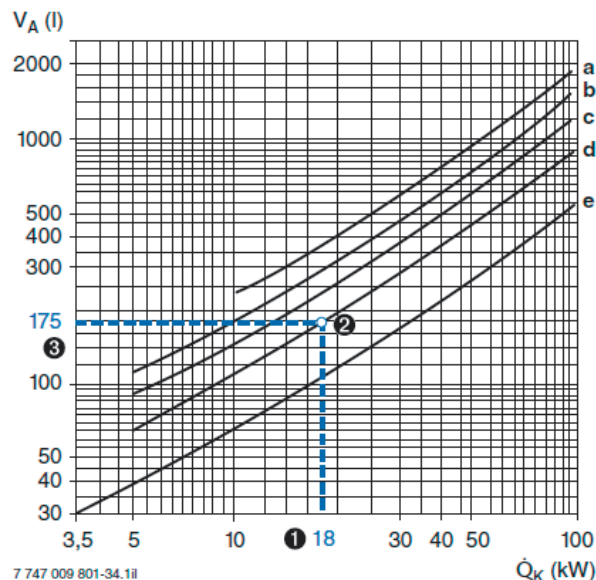

Рис. 90 Орієнтовні значення об'єму води для опалювальних установок
В залежності від різних параметрів опалювальної установки можна визначити об'єм системи опалення за допомогою діаграми, зображеної на Рис. 90
– (→ Рис. 90, крива d)
- Об'єм системи опалення згідно Точці ③ на Рис. 90, має бути менше, ніж максимально допустимий об'єм системи ④. Якщо це не так, слід вибрати мембранний компенсаційний бак більшого розміру..
④ Потрібен мембранний компенсаційний бак місткістю 18 літрів (→ Таблиця 37), оскільки визначений згідно з Рис. 90 об'єм системи опалення ③ виявився меншим ніж максимально допустимий об'єм (місткість) системи.